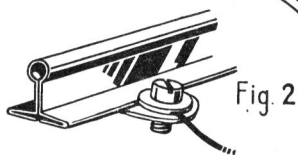

Fig. 2
quatre, à titre d'exemple : Paris (1), Bercy (2), Maisons-Alfort (3) et Villeneuve-Saint-Georges (4). Un crocodile est monté à hauteur de chacun de ces points, et son rail isolé est relié par un fil à la lampe correspondante du tableau. La fixation du fil isolé sur le crocodile s'opère facilement à l'aide d'un support plat Meccano, de deux rondelles et de deux boulons (fig. 2). Les culots en laiton de toutes les lampes sont reliés par un fil isolé au rail central (fig. 3). Tout train passant sur le rail crocodile signalera donc sa position en allumant la lampe correspondante sur le tableau.